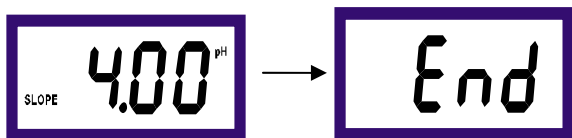

图 7-4
6、按下 CAL 键,仪表校准结束,跳转至测量状态,显示如图 7-4 所示。